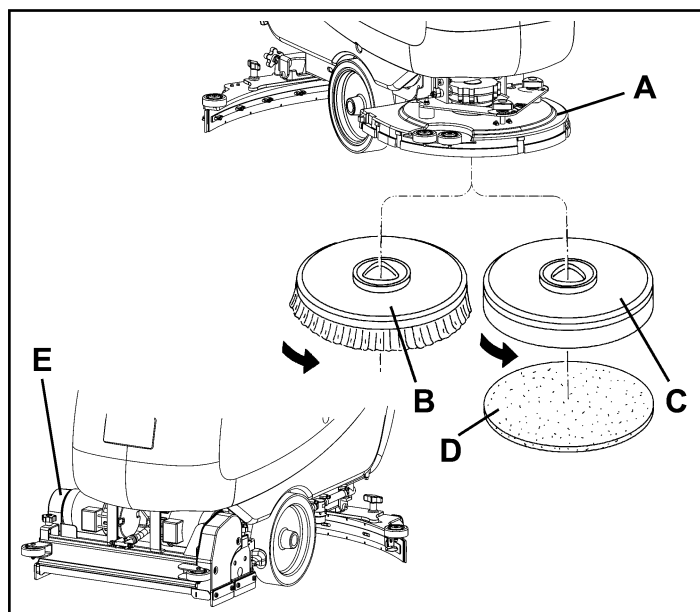
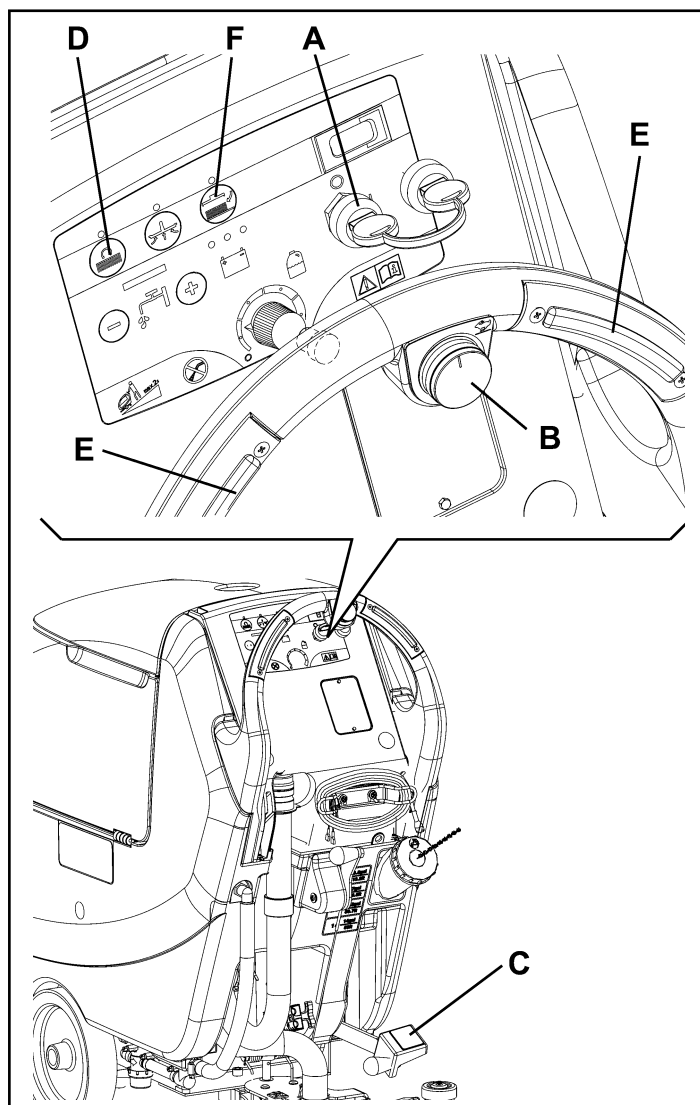

Figure 9
Figure 10
Et la tête porte-brosses / plateaux support disque (A, Fig. 9) et la tête porte-brosses cylindriques (E) peuvent être facilement installées et déposées de la machine.
1. Sur la machine équipée de la tête spéciale, et les brosses (B) et les plateaux support disque (C) avec disques (D) peuvent être installés, en fonction du traitement à effectuer sur le sol.
2. Introduire la clé de contact (A, Fig. 10) et la tourner sur "I".
3. Porter au minimum le régulateur de vitesse (B), si équipé, en le tournant dans le sens contraire aux aiguilles d'une montre.
4. Positionner les brosses (B, Fig. 9) ou les plateaux support disque (C) sous la tête (A) de 17 in (430 mm) ou de 20 in (530 mm).
5. Baisser la tête sur les brosses / plateaux support disque en appuyant sur la pédale (C, Fig. 10).
6. Tourner la clé de contact (A) sur "I".
7. Appuyer sur le bouton-poussoir de rotation brosses / disques (D).
8. Appuyer sur un des boutons-poussoirs (E) pour accrocher les brosses / plateaux support disque, puis le relâcher. Si besoin est, répéter la procédure jusqu'à l'accrochage des brosses / plateaux support disque.
(Seulement pour FOCUS II L17, FOCUS II L20) : tourner le régulateur de vitesse (B, Fig. 10) dans le sens contraire aux aiguilles d'une montre pour réduire au minimum la vitesse de la machine. Pour accrocher la brosse / plateau support disque, il suffit d'appuyer sur un des boutons-poussoirs (E) qui actionnent le moteur de la brosse / plateau support disque.
9. Pour déposer les brosses / plateaux support disque, il est nécessaire de soulever la tête en appuyant sur la pédale (C), puis appuyer sur le bouton-poussoir (F) et attendre jusqu'à ce que la brosse / plateau support disque tombe au sol. Tourner la clé de contact (A) sur "0".